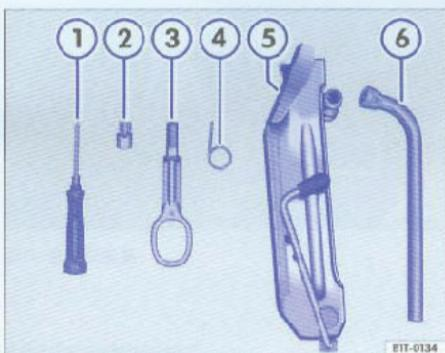

图16 随车工具
- 从随车工具包中取出拆卸钩 ④ ⇒ 45页, 图16。
② ⇒ 45页，图16。